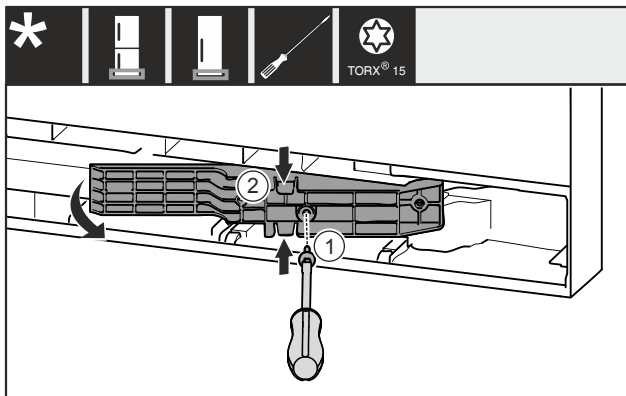

Fig. 20 *
- Schraube Fig. 20 (1) entfernen.*
- Adapterstück Fig. 20 (2) oben und unten leicht zusammendrücken und herausziehen.*